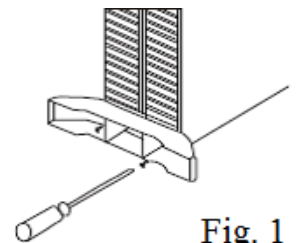

Fig. 1
13. Um den Fuss zu montieren, folgen sie den Anweisungen Fig 1.